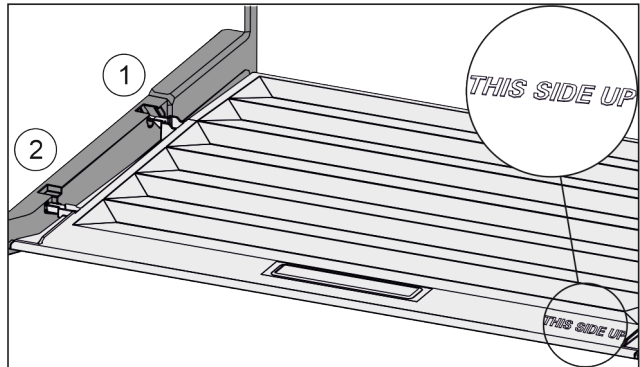

Fig. 104
- ▶ Deckelstege über Öffnung der hinteren Halterung Fig. 104 (1) einführen und vorne in Halterung Fig. 104 (2) einrasten.